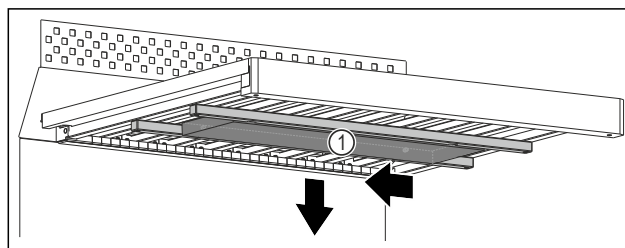

Fig. 160
- Shtyni kutinë e ujit Fig. 160 (1) nga e majta.
- Hiqni kutinë e ujit Fig. 160 (1) nga poshtë.